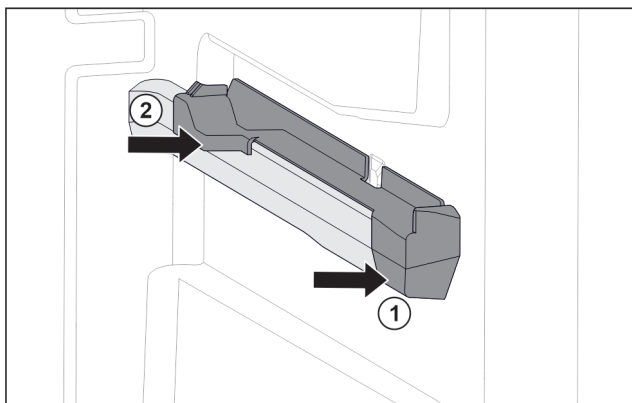

Fig. 221 Élément emboîtable sur la nervure de récipient droite
- Poser le devant de l'élément emboîtable contre la nervure de récipient. Fig. 221 (1)
- Enfoncer l'arrière de l'élément emboîtable. Fig. 221 (2)